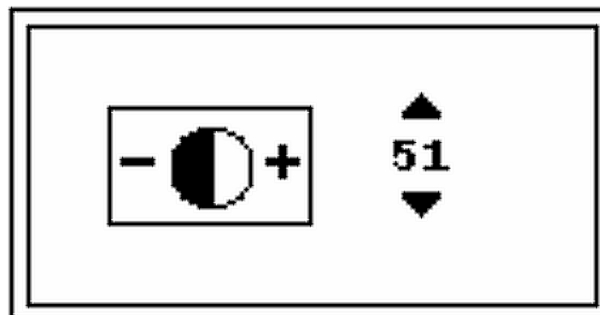

図 2-37 Contrast - 構成設定
5. **Enter** を押すと構成画面が表示されます (図 2-37)。